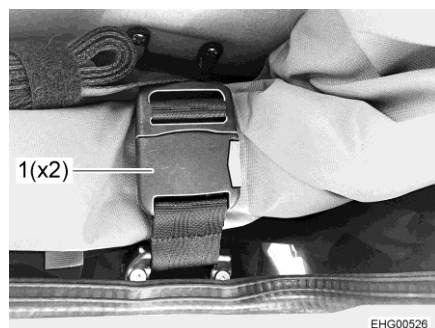

Fig. 36 Boucle de fermeture de sangle
- Ouvrir les deux boucles de fermeture de sangle (Fig. 36,1).